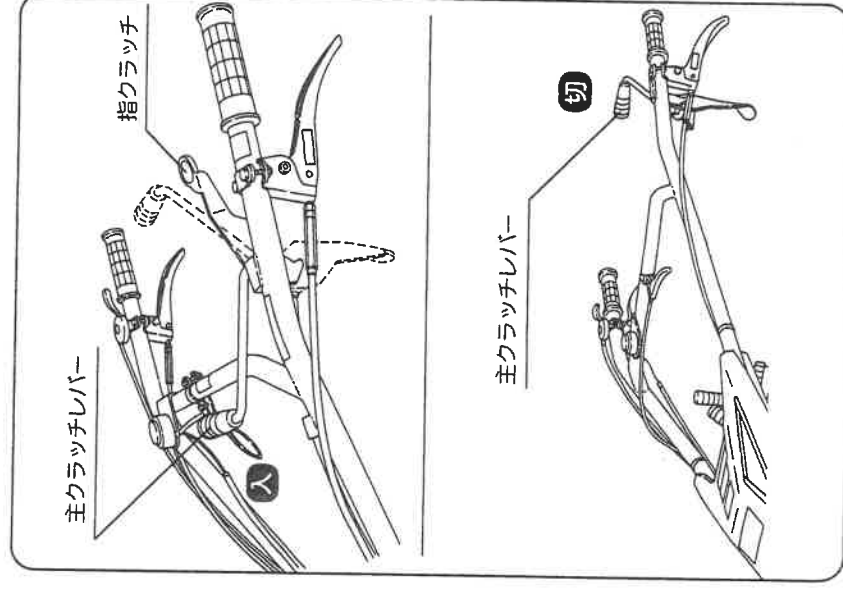

図20
- ① 主クラッチレバーを前に押しとクラッチが入り手前に引くとクラッチが切れます。(図20)